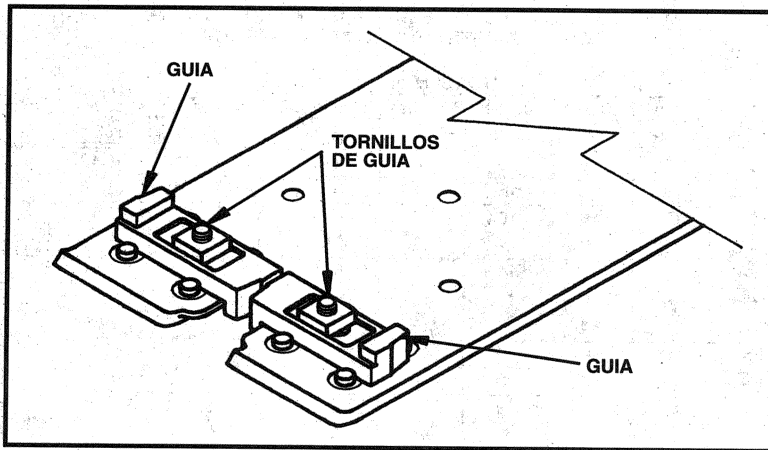

Fig. 1
1. Afloje los dos tornillos de guía, Fig. 1, con un desatornillador (desarmador).
7. Deslice las guías de segueta, Fig. 1, hacia la segueta hasta que la toquen ligeramente, entonces retroceda las guías dejando un espacio mínimo a ambos lados.
5. Si es necesario, ajuste las guías de segueta, Fig. 1, como está indicado bajo PARA INSTALAR SEGUETAS DE "GANCHO" DE PORTER-CABLE, números 7 y 8.